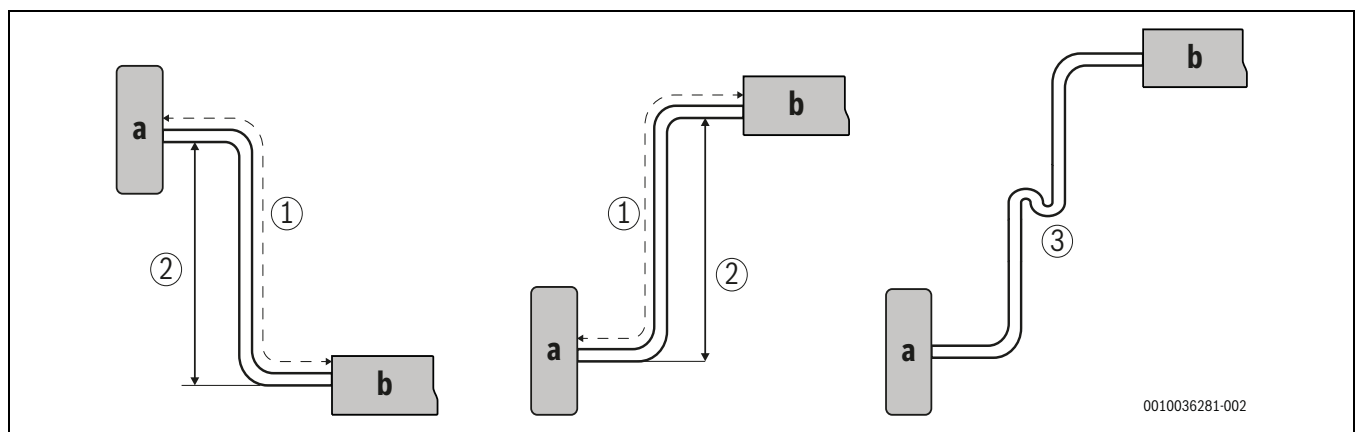

Bild 8 Rohrlänge und -steigung
1) Markierung (1) in → Abb. 8 beachten
2) Markierung (2) in → Abb. 8 beachten